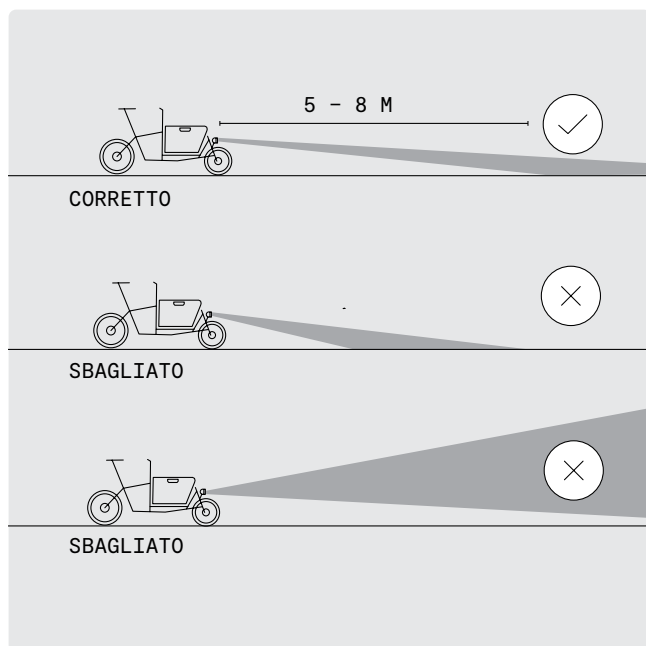

FIG. 48
- Assicuratevi che la luce non sia mai inclinata in modo da far luce verso l'alto (fig. 48)
- 2 Allineate la luce in modo che il cono di luce colpisca il terreno 5-8 metri davanti alla ruota anteriore (fig. 48).